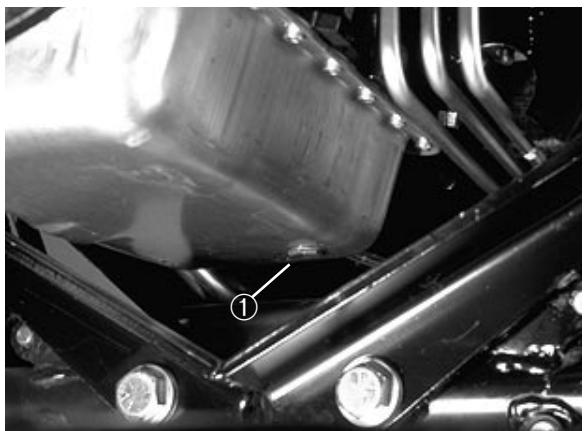

Figure 40
1. Enlever le bouchon de vidange (Fig. 40) et laisser l'huile s'écouler dans le récipient de vidange. Remettre le bouchon et le joint neufs (Réf. 74-7850) quand toute l'huile s'est écoulée.